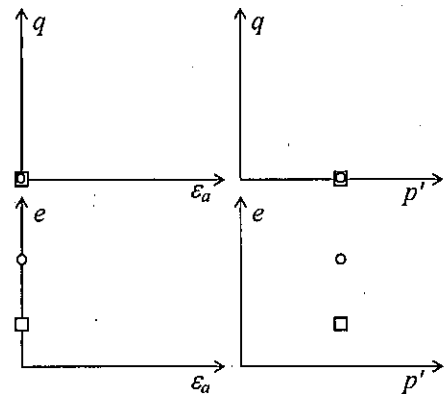

図 1 (Figure 1)
- (1) CD試験における正規圧密粘土と過圧密粘土のせん断時の応答について、図 1 に示すようなグラフを用いて定性的に説明せよ。
Illustrate the shearing behavior of normally consolidated and over-consolidated clay samples in the CD test qualitatively using the graphs as Figure 1.
- (2) $\overline{CU}$ 試験における正規圧密粘土と過圧密粘土のせん断時の応答について、図 1 に示すようなグラフを用いて定性的に説明せよ。
Illustrate the shearing behavior of normally consolidated and over-consolidated clay samples in the $\overline{CU}$ test qualitatively using the graphs as Figure 1.